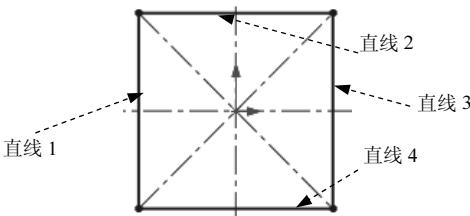
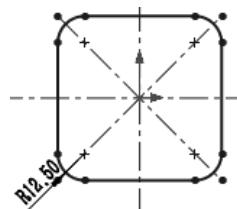

图 4.3 绘制的矩形
图 4.4 绘制的圆角
(2) 绘制矩形。选择下拉菜单 **工具(T)** → **草图绘制实体(E)** → **中心矩形(O)** 命令，在图形区中绘制图 4.3 所示的直线。
(3) 绘制圆角。选择下拉菜单 **工具(T)** → **草图工具(T)** → **圆角(R)...** 命令，在“绘制圆角”对话框的 **半径** 文本框中输入圆角半径值 12.5。分别选取图 4.3 所示的直线 1 与直线 2，系统便在这两个边之间创建圆角，同理添加其他圆角，完成后如图 4.4 所示。